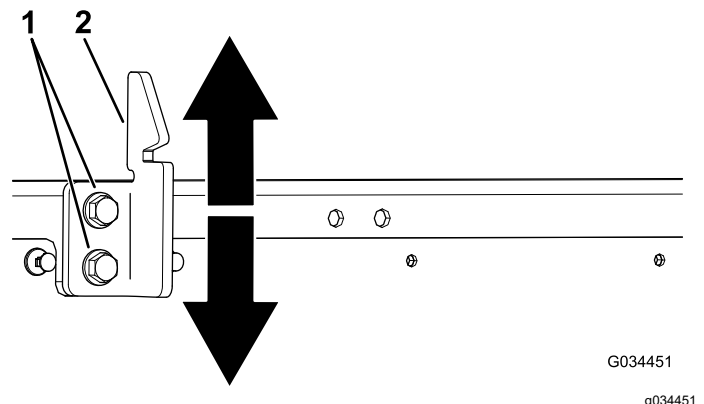

Figura 66
3. Desaperte os dois parafusos na régua do trinco da plataforma e mova a régua para cima ou para baixo, dependendo se a régua está muito alta ou muito baixa (Figura 66).
4. Aperte os dois parafusos na régua do trinco da plataforma (Figura 66).